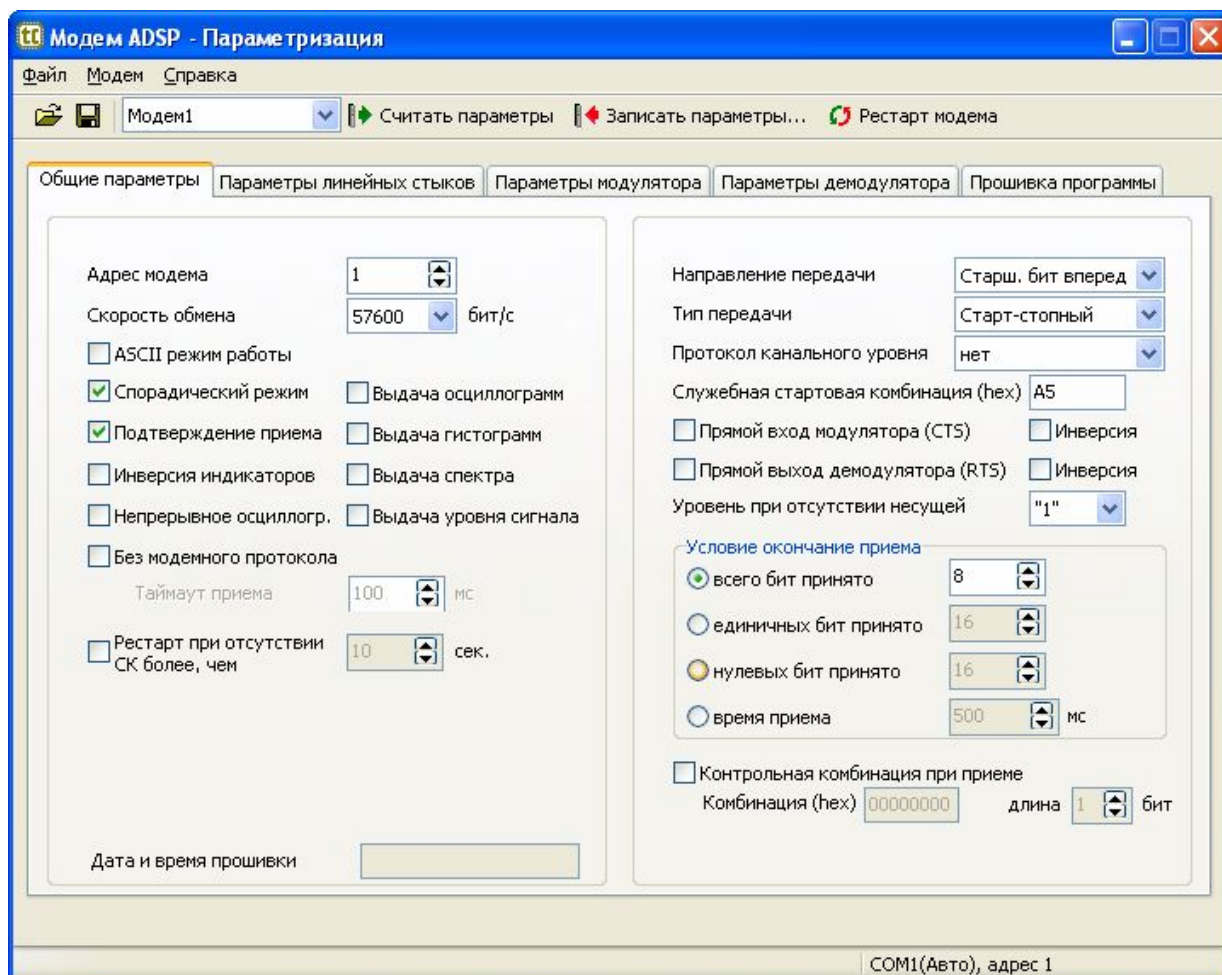

Рисунок 14 – Окно программы «Параметризация модема ADSP»
- откроется основное окно программы параметризации модема (рисунок 14). Выбрать в списке на панели инструментов соединение с модемом: параметры выбранного соединения отображаются в статусной строке справа внизу;